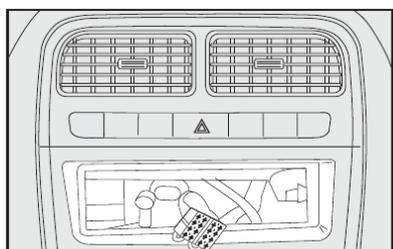

fig. 117
- cabo e plugue de alimentação do autorrádio, **fig. 117**;